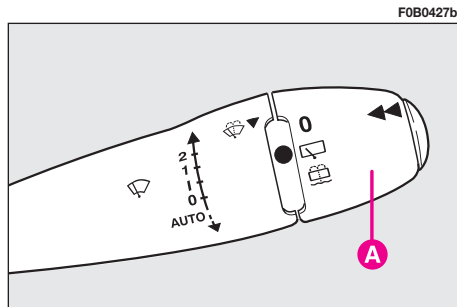

fig. 103
**Essuie-lunette arrière fig. 103**